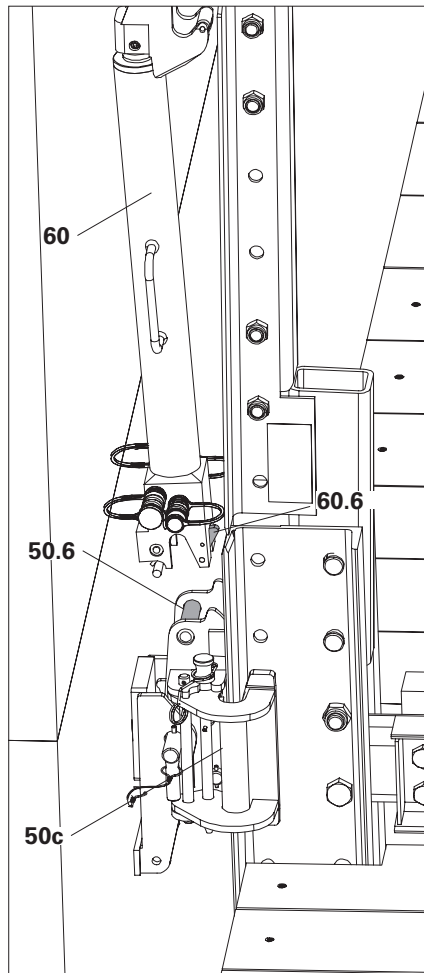

Fig. D6.04
1. Posizionare il sistema di ripresa RCS (**60**) sui bulloni ISO (**50.6**) del dispositivo di sospensione superiore (**50c**) e innestarlo. Il dispositivo di ripresa viene premuto contro la guida di ripresa mediante la forza della molla. Guidare l'uncino nella guida di ripresa. (Fig. D6.04 + D6.05)